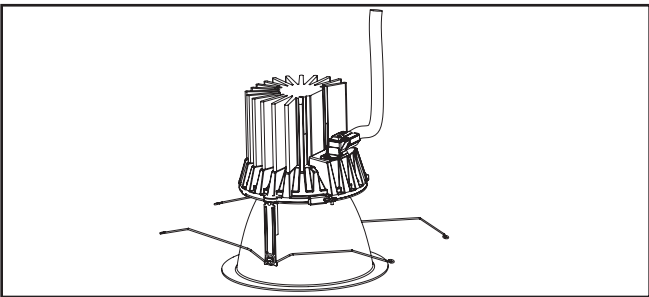

Figure 8
- Assurez-vous que le connecteur est correctement enclenché. (Figure 8).